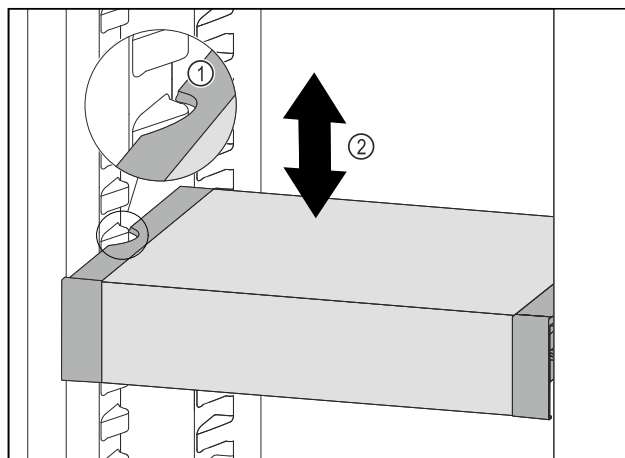

Fig. 121
- Tërhiqni VarioSafe për nga përpara, derisa fole të anësore të VarioSafe të jenë në lartësinë e brinjëve të kutisë në pjesën e ftohjes. Fig. 121 (1)
- Lëvizni VarioSafe për lart ose për poshtë në pjesën e ftohjes, derisa të arrihet lartësia që dëshironi. *Fig. 121 (2)*